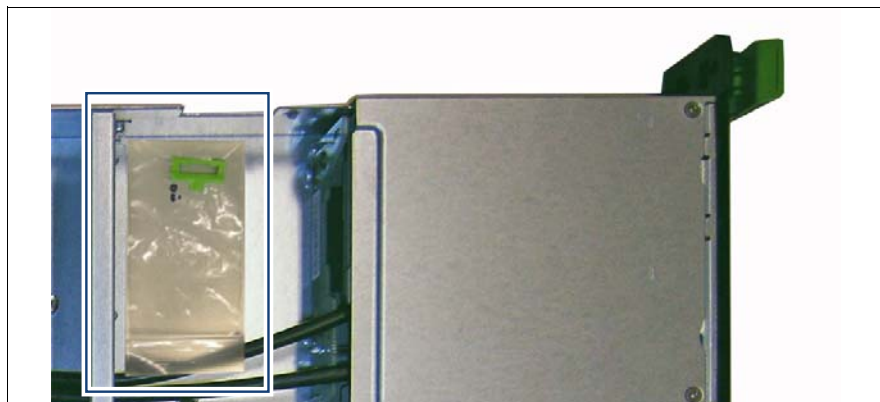

図 155: パッケージ内の ODD ラッチの例
- ▶ ODD ラッチをパッケージから取り出します（図 155 を参照）。
- ▶ ODD ラッチをパッケージに保管します (図 155 を参照)。